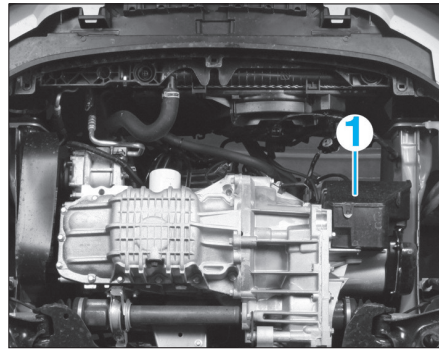

Fig. 12
- Dégrafer la protection (1) (Fig.12).